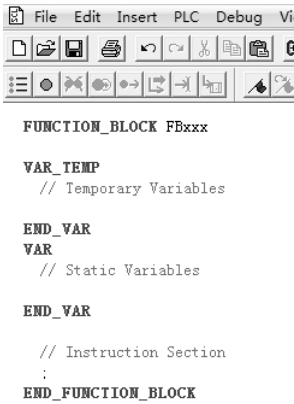

图 7-4 插入 FB 的模板
- 2) 插入功能块 FB1。在 SCL 源文件编辑器中，单击菜单中的“Insert”→“Block Template”→“FB”，如图 7-4 所示。再把第一行改为“FUNCTION_BLOCK FB1”。